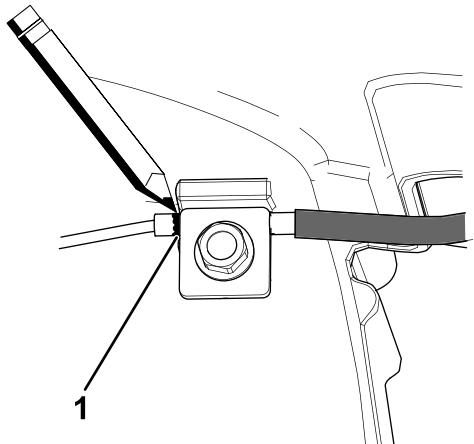
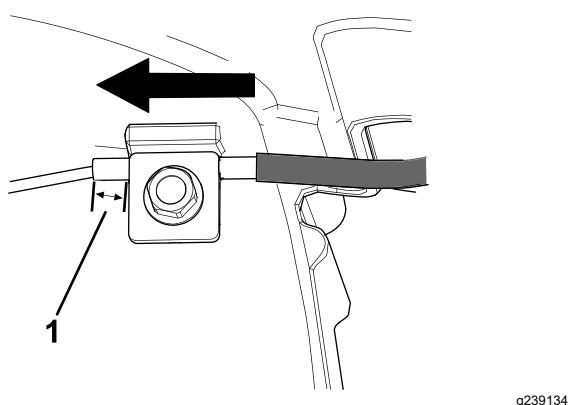

Bild 35
Bild 36
7. Markieren Sie den Bremszug (Bild 35) und stellen Sie dann den Mantel ein, bis das Spiel ca. 8 mm ist (Bild 36).